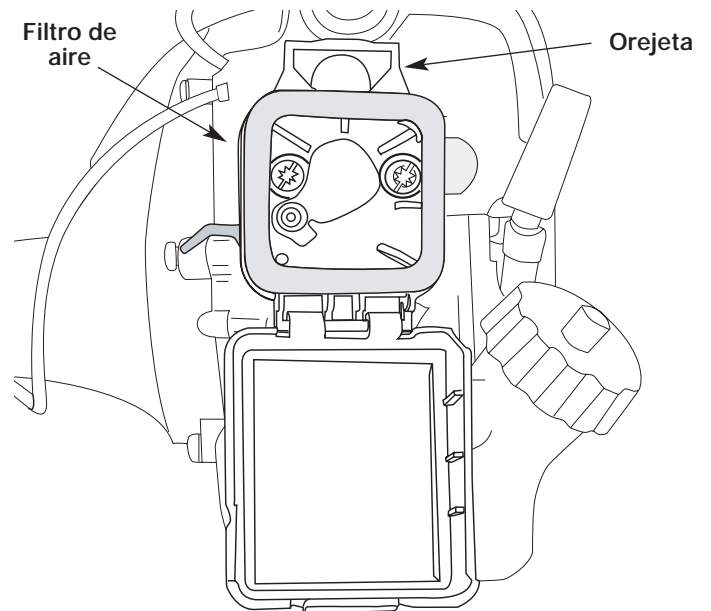

Fig. 25
2. Saque el filtro de aire (Fig. 25).